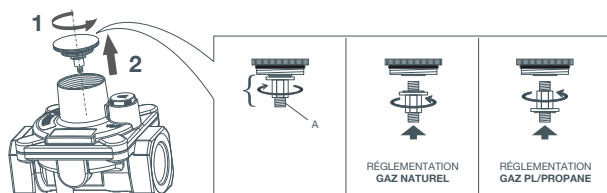

Fig. 14 Réinitialisation du régulateur de pression du gaz
- Dévissez la composante « A », retournez-la et revissez-la selon le type de gaz choisi (voir Fig. 14 ci-dessous).